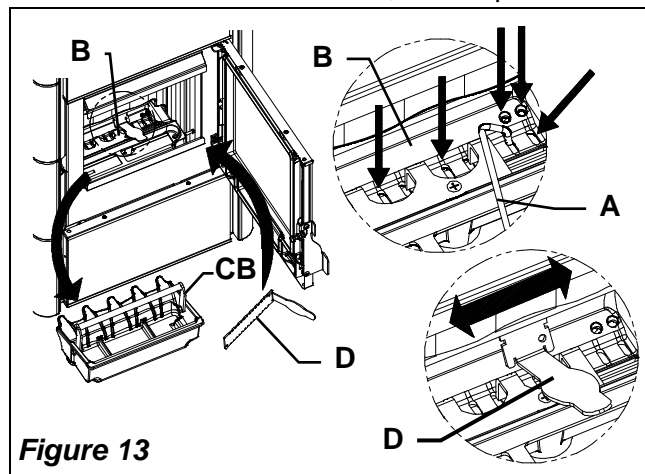

Figure 13
Dans le mode BOIS, la plupart des cendres restées dans le couvre-brûleur (CB) doivent être enlevées en extrayant celui-ci du poêle au moyen de la poignée spécifique (Figure 13 pos. CB)
Le nettoyage du brûleur (B) doit être effectué le cas échéant et dans tous les cas, à chaque nouvel allumage du produit. (Figure 13)
- En utilisant le tisonnier, nettoyer les passages de l'air du brûleur comme cela est indiqué en Figure 13 pos. A.